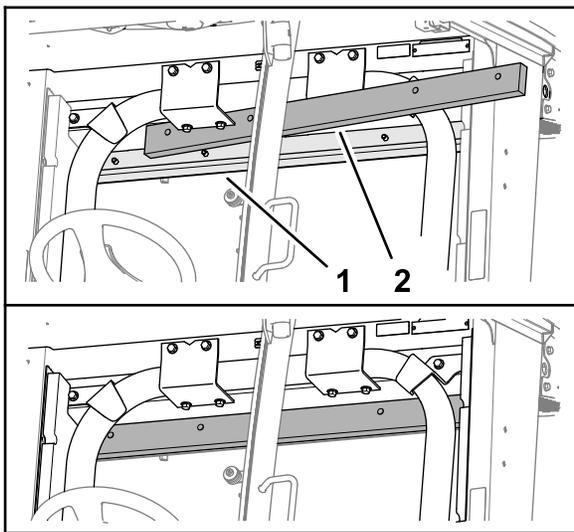

Figure 30
2. Retirez la pellicule protectrice et installez le tampon isolant inférieur du pavillon au-dessus de la vitre arrière de la cabine (Figure 30).